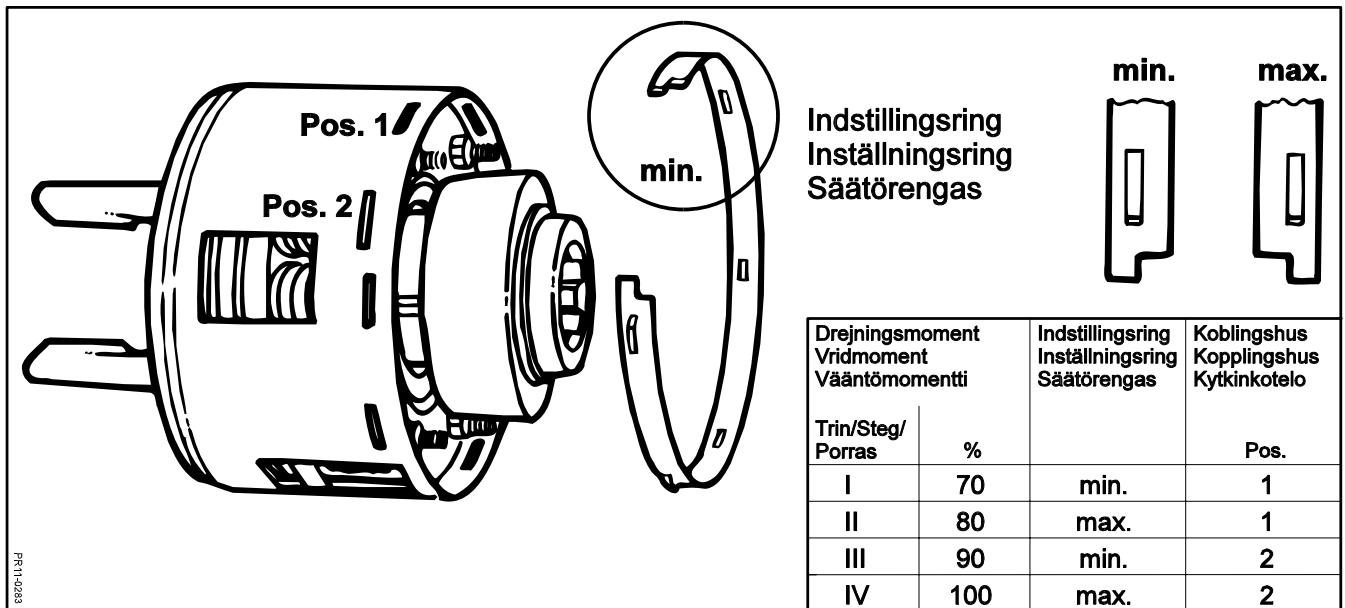

Fig. 5-3
**Fig. 5-3** Das Drehmoment in der Friktionskupplung hat vier verschiedene Momenteinstellungen, die nach Bedarf angepasst werden müssen. Dazu den Einstellring wenden und zwischen 2 verschiedenen Positionen im Kupplungsgehäuse wählen.